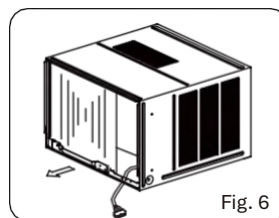

Fig. 6
2. Afferrare la maniglia sul telaio e far scivolare con cautela il climatizzatore fuori dall'armadietto (cfr. Fig. 6).
3. Afferrare la maniglia sul telaio e far scivolare con cautela il climatizzatore fuori dall'armadietto (cfr. Fig. 6).